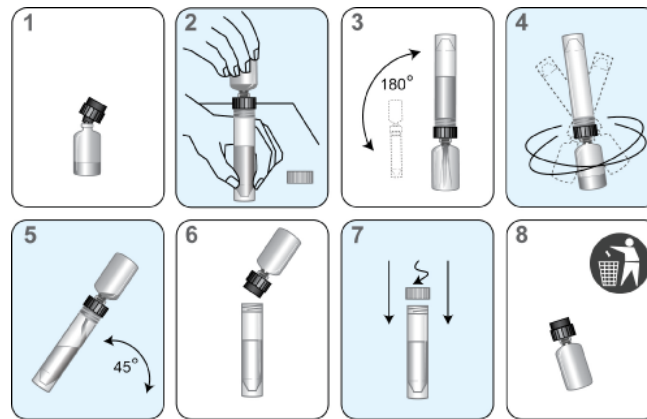

Figure 1. Procédure de reconstitution Panther System
- c. Ouvrez le flacon de réactif lyophilisé et insérez fermement l'extrémité à encoche du collet de reconstitution dans l'ouverture du flacon (Figure 1, Étape 1).
- e. Tout en tenant la bouteille de solution de reconstitution au-dessus de la paillasse, insérez fermement l'autre extrémité du collet de reconstitution dans l'ouverture de la bouteille (Figure 1, Étape 2).
- f. Inversez délicatement les flacons assemblés. Laissez la solution s'écouler depuis le flacon dans le flacon en verre (Figure 1, Étape 3).
- g. Bien mélanger la solution dans le flacon en verre en le faisant tourner (Figure 1, Étape 4).
- h. Attendez que le réactif lyophilisé se mêle à la solution, puis Inversez à nouveau les flacons assemblés en l'inclinant à un angle de 45° pour minimiser la formation de mousse (Figure 1, Étape 5). Laissez la totalité du liquide retourner dans le flacon en plastique.
- i. Retirez le collet de reconstitution et le flacon en verre (Figure 1, Étape 6).
- j. Rebouchez la bouteille en plastique. Enregistrez les initiales de l'opérateur ainsi que la date de reconstitution sur l'étiquette (Figure 1, Étape 7).
- k. Jetez le flacon en verre et le collet de reconstitution (Figure 1, Étape 8).